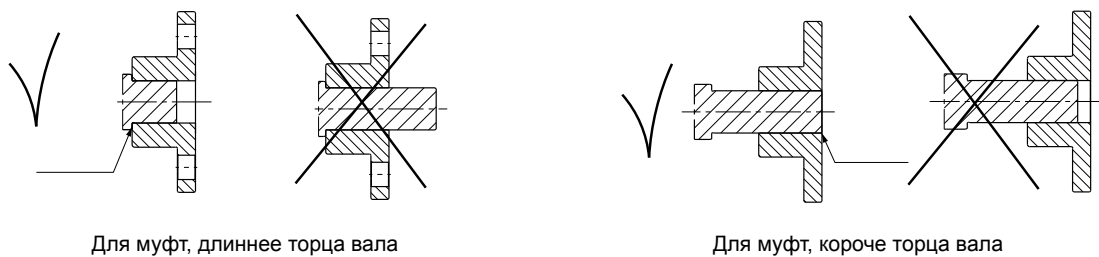

Рис. 6 Установка полумуфты
28. Установите полумуфту на вал насоса. См. рис. 6.